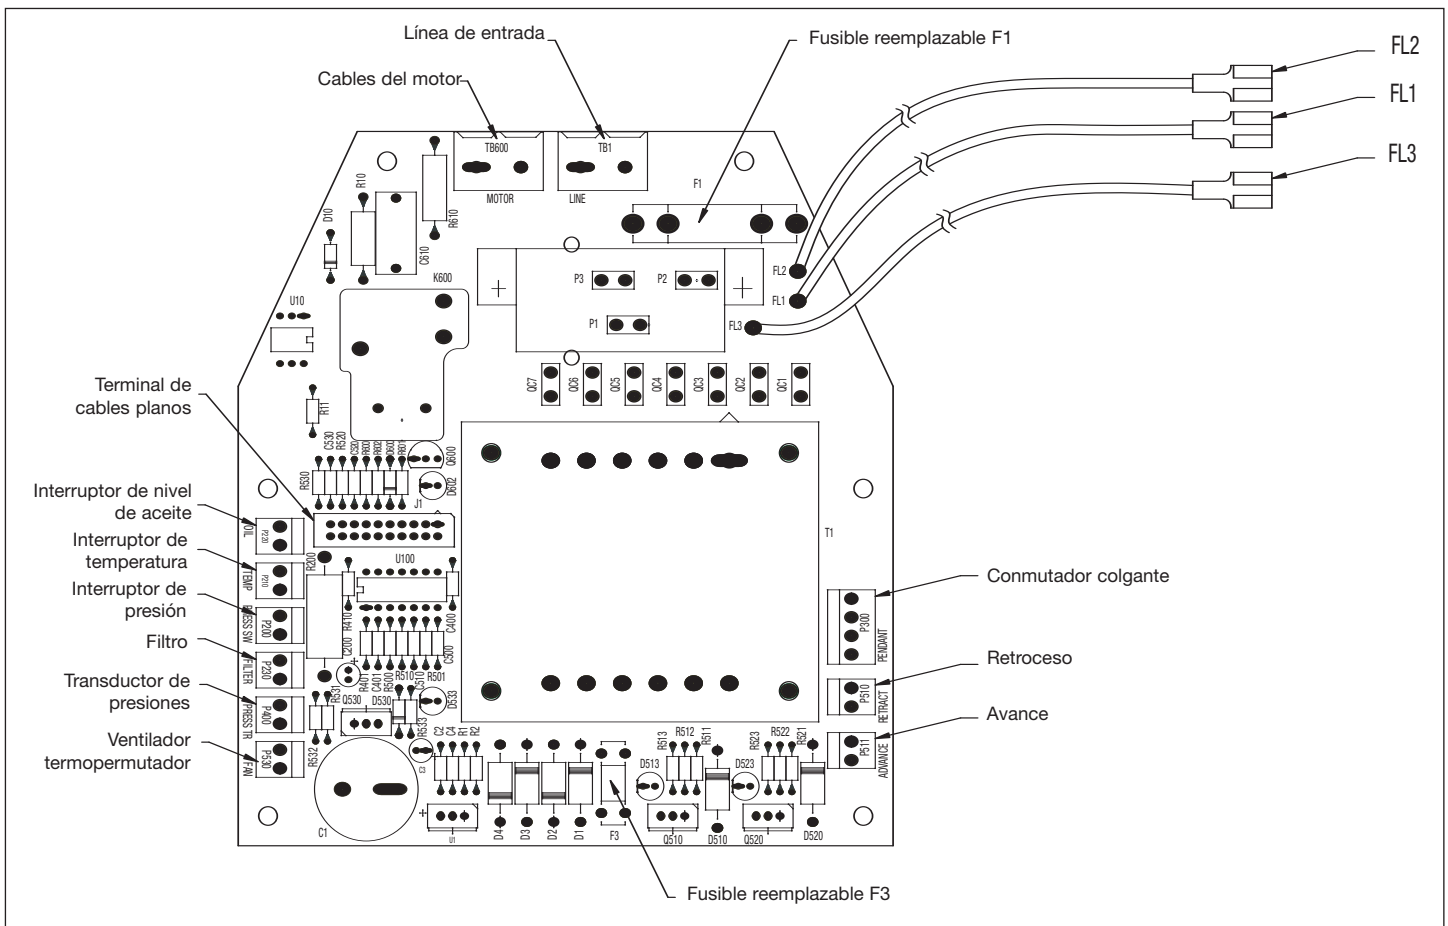

Figura 9, Configuración del Panel de Suministro Eléctrico
El transductor de presiones, el termopermutador, el interruptor de presiones, el interruptor colgante/a pedal y los solenoides (A) y (B) de las válvulas se proporcionan con los conectores que los enchufan a las clavijas adecuadas que se encuentran en el panel del suministro eléctrico (Figura 9).